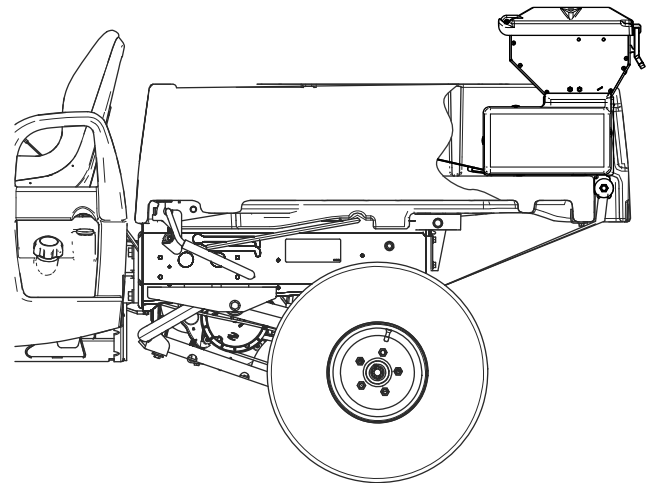

Figura 26
2. Deslice el esparcidor sobre la plataforma del UTV hasta que los topes de la plataforma toquen la plataforma (Figura 26).